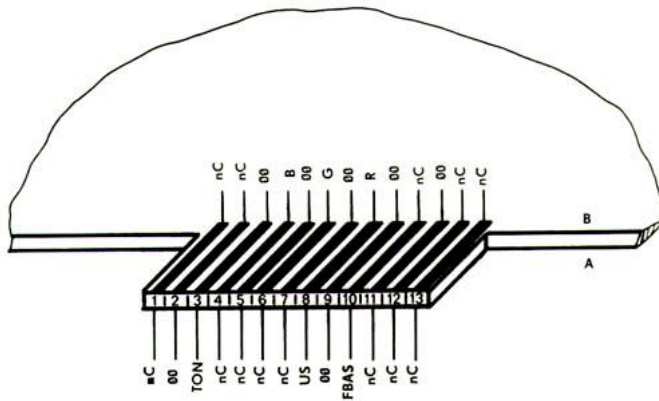

Bild 7: Anschlußbelegung des Steckverbinders TV-RGB
- am Steckverbinder JV - RGB" (vgl. Bild 7 und Tab. 2) über das Fernsehgerät mit RGB- oder FBAS-Eingang, einkanalgig in 32 Lautstärkestufen (bei Antenneneinspeisung am Fernsehempfänger erfolgt keine Tonausgabe, drehen Sie deshalb den Lautstärkeregel zurück),
- im Bild 7 die Anschlußbelegung und in Tabelle 2 die Signalbeschreibung des Steckverbinders TV-RGB sowie